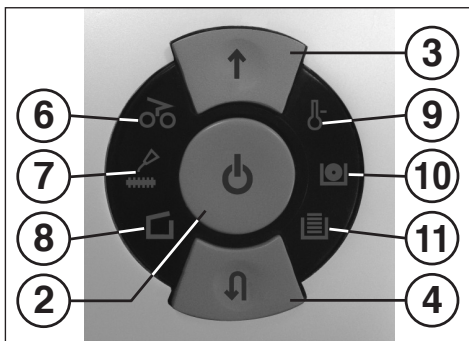

Рис. 1
- 3 = Кнопка "вперед" (рис. 1)**
- 4 = Кнопка "назад" (рис. 1)**
- 6 = Контрольный указатель (рис. 1) "Затор материала в приборе" / "Параллельный ввод материала" / "Световой затвор закрыт при открытой двери или при включении"**
7 = Контрольный указатель (рис. 1)